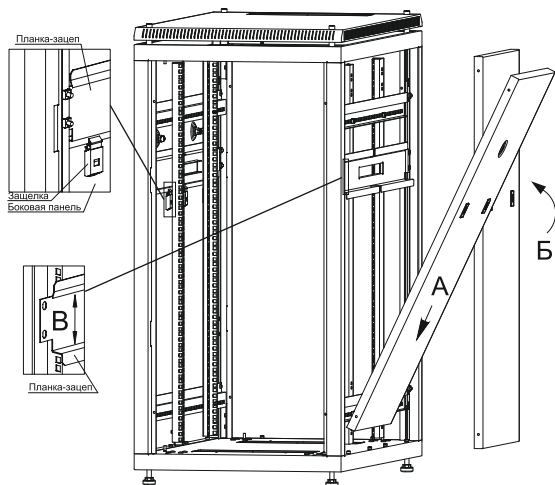

Рисунок 10 – Установка панели боковой в шкаф
3.2.3 Для установки остальных панелей повторите действия, указанные в пункте 3.2.2 (рисунок 10).*